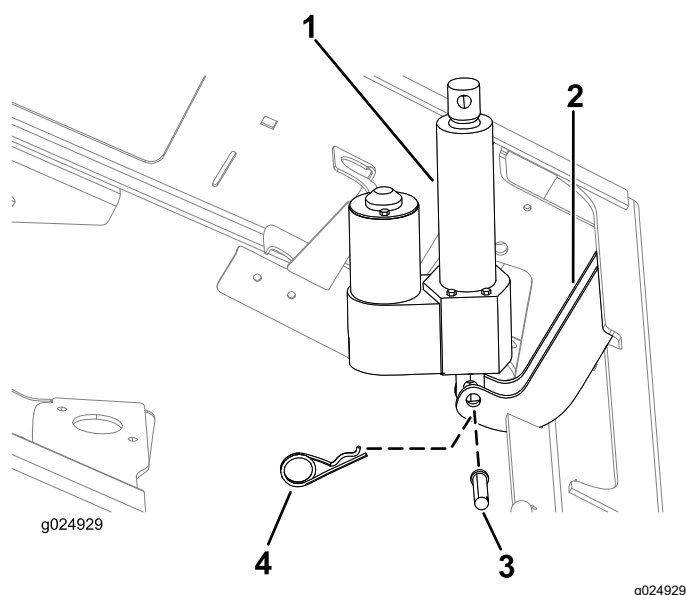

Figura 9
1. Alinai orificiul din punctul de montare inferior pentru dispozitivul de acionare ridicare cu orificiile din suporturile de montare pe asiu (Figura 9).
2. Fixai dispozitivul de acionare ridicare la suporii de montare pe asiu cu cuiul spintecat (2-¼") i agrafa (Figura 9).